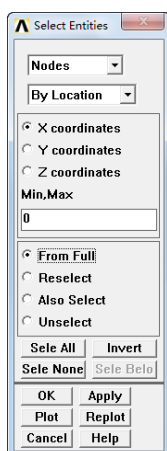

图 7-54 “Select Entities”对话框
①依次选择 Utility Menu→Select→Everything。
②依次选择 Utility Menu→Plot→Lines，重新绘制直线。
③依次选择 Utility Menu→Select→Entities，会弹出“Select Entities”对话框，如图 7-54 所示。在第一个下拉框中选择“Nodes”，在第二个下拉框中选择“By Location”，
④依次选择 Utility Menu→Select→Entities，会弹出“Select Entities”对话框，如图 7-54 所示。在第一个下拉框中选择“Nodes”，在第二个下拉框中选择“By Location”，在第三个单选框中选择“Y coordinates”，在“Min, Max”输入框中输入 0，在第四个单选框中选择“Also Select”，单击“OK”按钮关闭对话框。
⑦依次选择 Utility Menu→Select→Entities，会弹出“Select Entities”对话框，如图 7-54 所示。在第一个下拉框中选择“Nodes”，在第二个下拉框中选择“By Location”，在第三个单选框中选择“X coordinates”，在“Min, Max”输入框中输入 0, 1，单击“OK”按钮关闭对话框。
⑧依次选择 Utility Menu→Select→Entities，会弹出“Select Entities”对话框，如图 7-54 所示。在第一个下拉框中选择“Nodes”，在第二个下拉框中选择“By Location”，在第三个单选框中选择“Y coordinates”，在“Min, Max”输入框中输入 0, 2，在第四个单选框中选择“Reselect”，单击“OK”按钮关闭对话框。